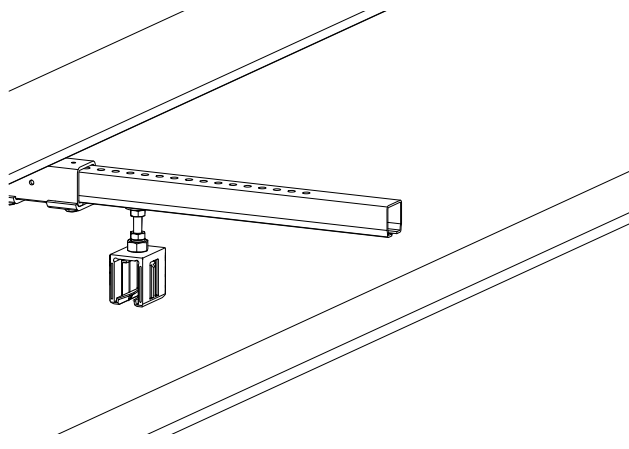

Abb. 52: Erster Schienenhalter in Spannarm aufgeschoben und angezogen
- Ersten Schienenhalter mit vorgeschriebenem Drehmoment anziehen (SW 17, Drehmomentschlüssel: **14 Nm**) (siehe Abb. 52).